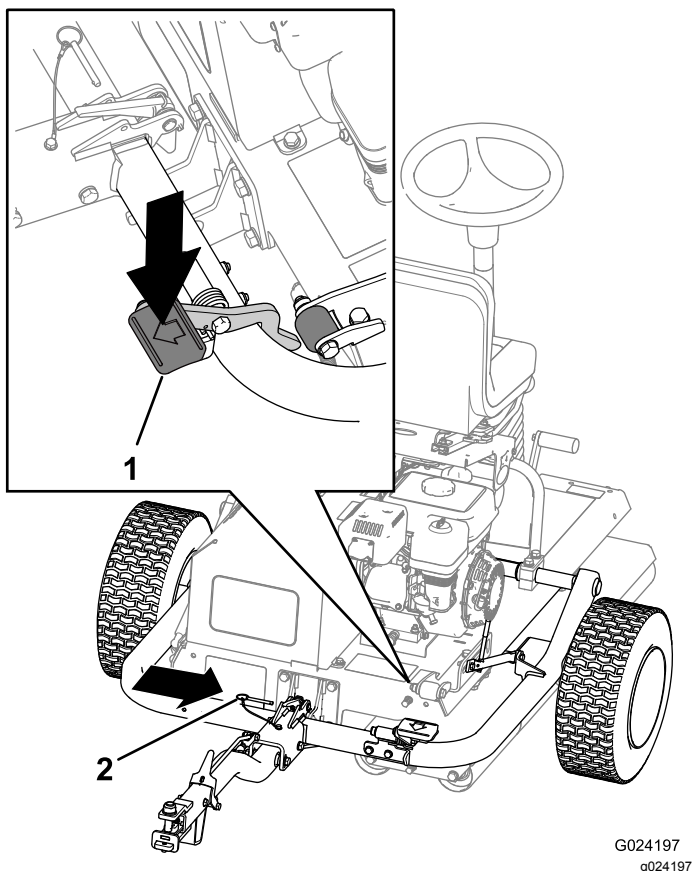

Bild 8
6. Treten Sie auf das Anbauvorrichtungspedal, bis die Anbauvorrichtung einrastet (Bild 8).
7. Stecken Sie den Arretierbolzen ein (Bild 8).